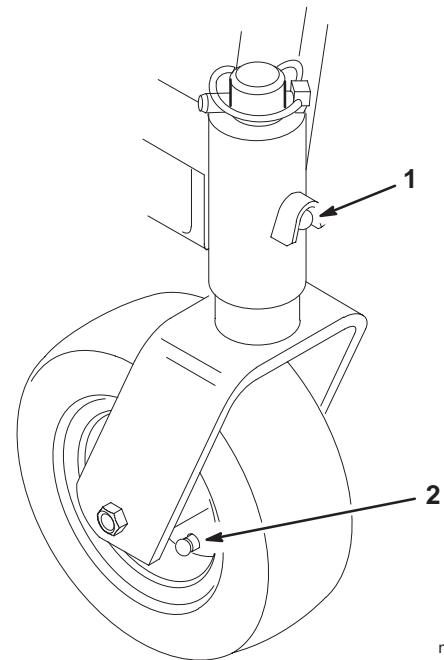

Bild 22
2. Fetten Sie die Schmiernippel der Befestigungsrohre am Trägergestell und an den Laufrädern ein (Bild 22).